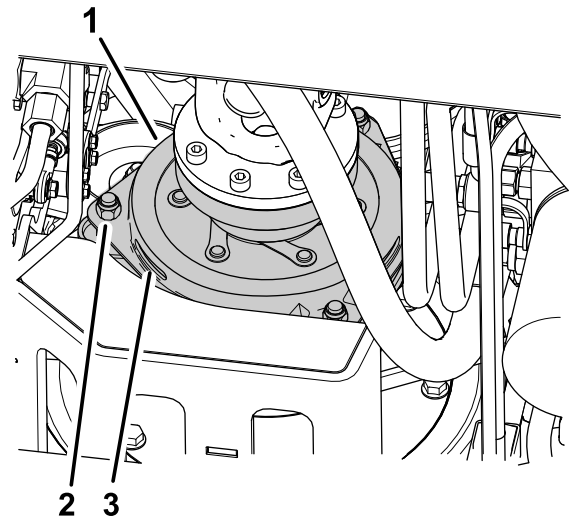

Figure 75
3. Réglez l'entrefer de façon à pouvoir passer une jauge d'épaisseur de 0,3 mm entre la garniture d'embrayage et la plaque de frottement en poussant légèrement (Figure 75).
Remarque: Pour diminuer l'entrefer, tournez les écrous de réglage dans le sens horaire (Figure 75). L'entrefer ne doit pas dépasser 0,6 mm. Réglez les 3 entrefers à 0,4 mm.